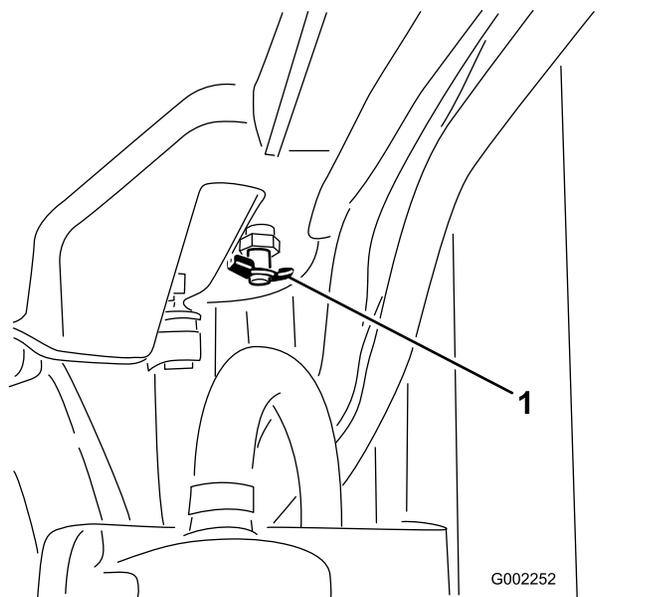

Рисунок 86
4. Откройте сливной клапан и слейте охлаждающую жидкость в сливной поддон (Рисунок 86).
5. Закройте сливной клапан (Рисунок 86).